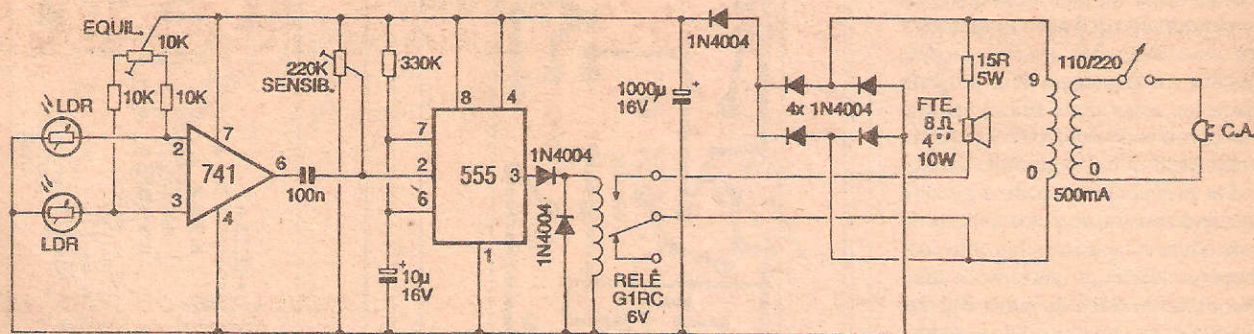

Fig.1
- FIG. 1 - DIAGRAMA ESQUEMÁTICO DO CIRCUITO - Na verdade, apesar da aparente complexidade das funções e comportamentos do circuito, este é muito simples, graças ao habilidoso uso das capacidades de alguns componentes e módulos já bem conhecidos dos leitores/hobystas... No primeiro bloco, centralizado num conhecidíssimo integrado 741, te-